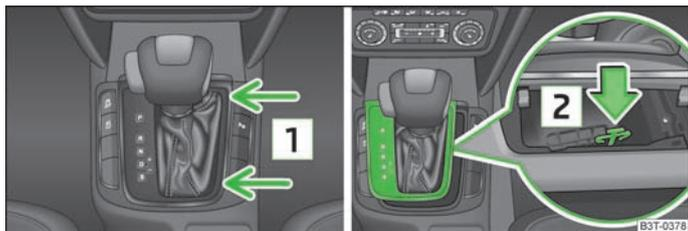

Fig. 128 Desbloqueio de emergência da alavanca selectora
- Pegue na tampa da alavanca selectora na zona indicada pelas setas **1** » Fig. 128 e puxe-a cuidadosamente para cima.